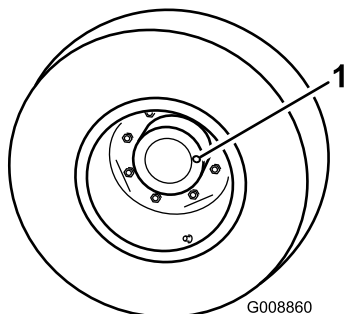

図 52
1. 水平な床面で、点検プラグの1つ 図 52 が時計の12時を指し、もうひとつが3時を指すように駐車する。
2. 3時の位置にあるプラグを外す 図 52。
2. ギアボックスの左側から点検・補給用プラグ 図 52 を抜き、穴の高さまで潤滑油があることを確認する。油量が足りなければ穴の下部まで補給する。